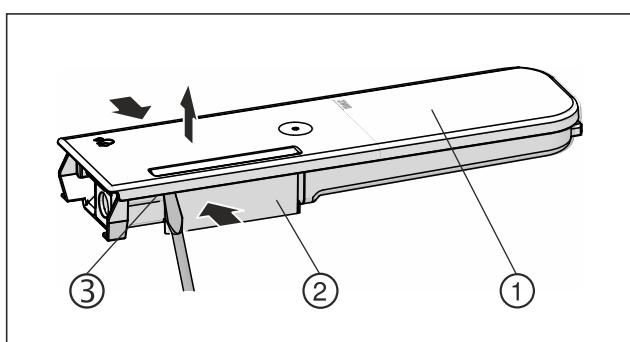

Fig. 165
- Stlačte zásobník na vodu Fig. 165 (2) a veko Fig. 165 (1) opatrne vypáčte a vytiahnite nahor cez západkové výstupky Fig. 165 (3).
- Vekom Fig. 165 (1) záhlka pohybujte sem a tam a odoberte ho smerom nahor.